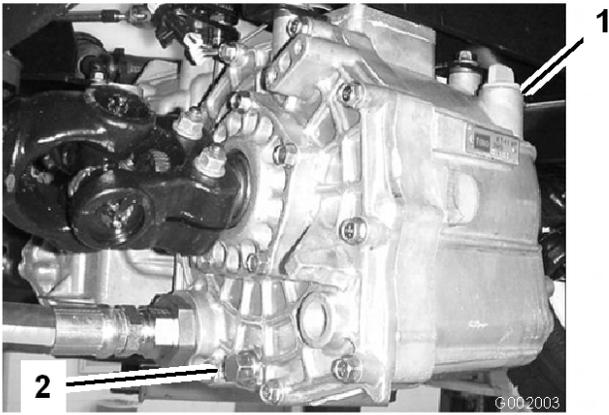

Figura 63
3. Togliete la valvola di spurgo situata sul fianco del serbatoio e lasciate defluire il fluido idraulico nella bacinella. (Figura 63).